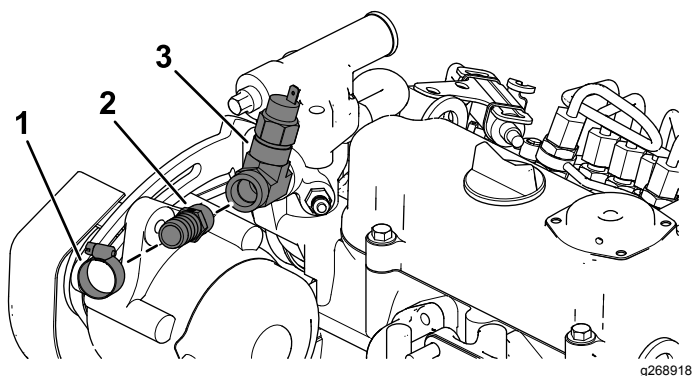

Figure 16
- D. Montez le flexible (3/8") et le raccord adaptateur (5/8") à l'aide de colliers (Figure 16).